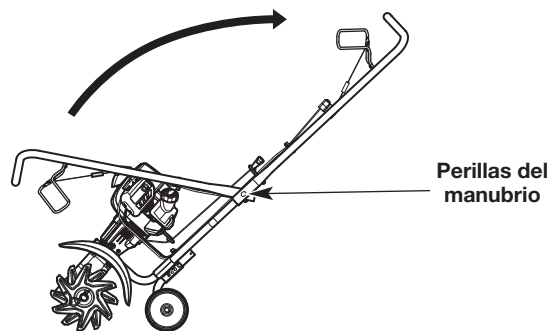

Fig. 2
2. Con la unidad en posición vertical, gire el manubrio hacia arriba hasta la posición de operación (Fig. 2).